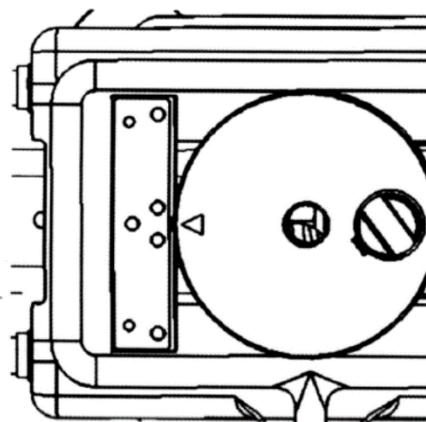

Рисунок 29 Положение наладки контактора
- 2) Контактор должен быть повернут в заданное для установки положение (Рисунок 29).